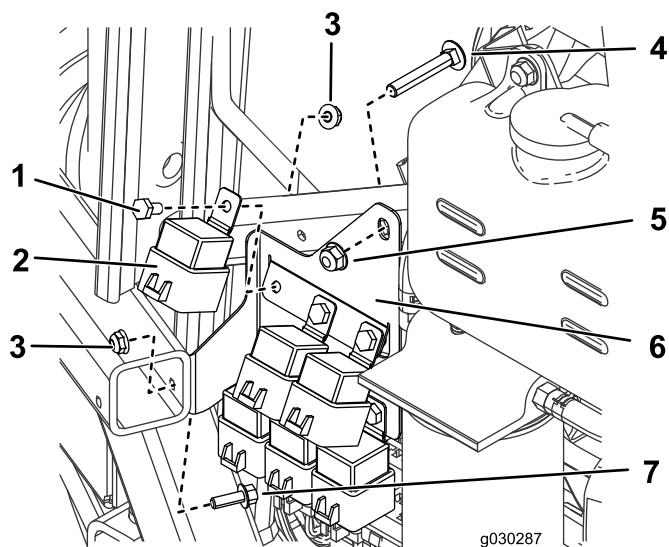

Figura 21
1. No lado direito da máquina, monte seis relés no suporte utilizando seis parafusos (1/4 x 1/2 polegada) e seis porcas (1/4 polegada), como se mostra na Figura 21.
3. Com um parafuso (1/4 x 3/4 polegada), porca (1/4 polegada) e o parafuso e a porca que acabou de retirar, monte o suporte de relé na máquina (Figura 21).